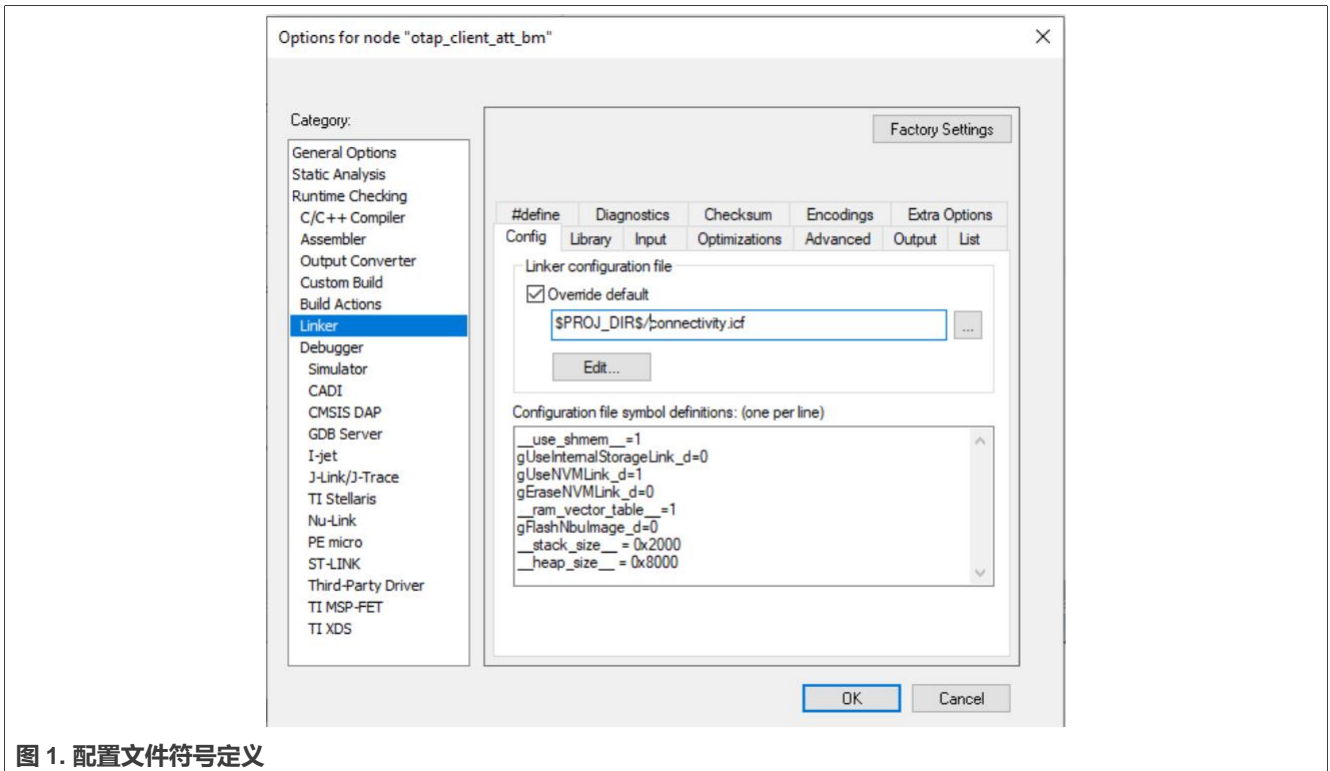

图 1. 配置文件符号定义
- b. IAR EW IDE 的 OTAP 演示应用在链接器选项中的设置如图 1 所示。